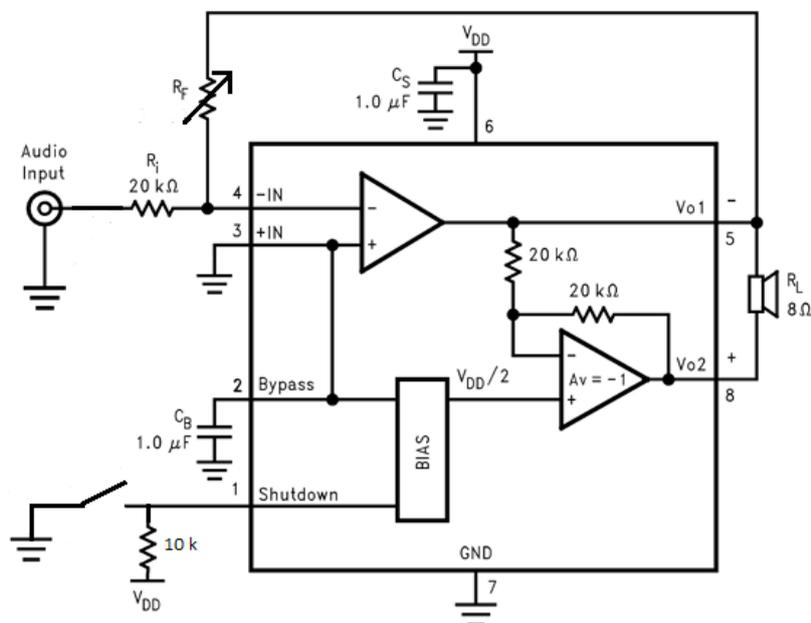

Figure 3.0 – Schéma de câblage de l'amplificateur de puissance
Afin de réaliser cet amplificateur de puissance, le plus simple est de s'appuyer sur le schéma fourni dans la documentation du LM4818 (figure 3.0) en ajoutant une résistance de tirage haut sur la broche de shutdown (1) en parallèle avec un bouton poussoir relié à la masse. Ce qui assure que l'émetteur ne produit du son qu'à l'appuie sur ce bouton. De plus, afin de régler plus finement le gain nécessaire pour atteindre l'amplitude de la tension entre les deux broches de sorties, il faut également remplacer R_f par une résistance variable : il faudra augmenter R_f pour réduire le gain et inversement pour l'augmenter.